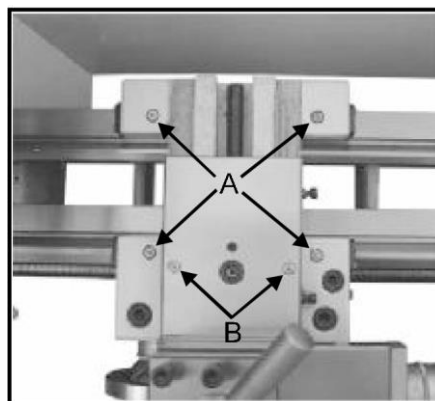

Fig. 36
2. Ослабьте винт (В, Рис. 36) и ослабьте скользящие пальцы. (С, рис. 31) до тех пор, пока люнет не сможет перемещаться по заготовке. После закрепите люнет на месте.
Смазывайте четыре масляных отверстия (А, рис. 36) машинным маслом 20W один раз в день.
Смазывайте два отверстия для масла (В, рис. 36) машинным маслом 20W один раз в день.